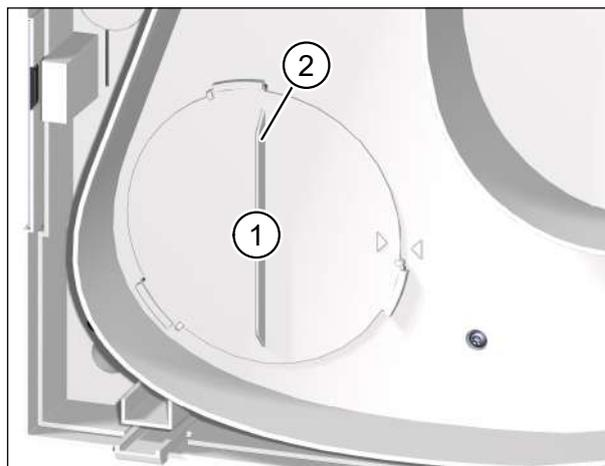

Fig. 21: Rimozione del filtro dell'aria esterna
- ▶ Ruotare il coperchio del filtro (pos. 1 nella Fig. 21) per la maniglia (pos. 2 nella Fig. 21) in senso antiorario finché il coperchio del filtro si stacca dai supporti.
- ▶ Controllare la posizione del coperchio del filtro. La maniglia deve essere in verticale e la freccia sul coperchio del filtro deve essere allineata alla freccia della posizione d'arresto (vedere Fig. 21 a pagina 39).